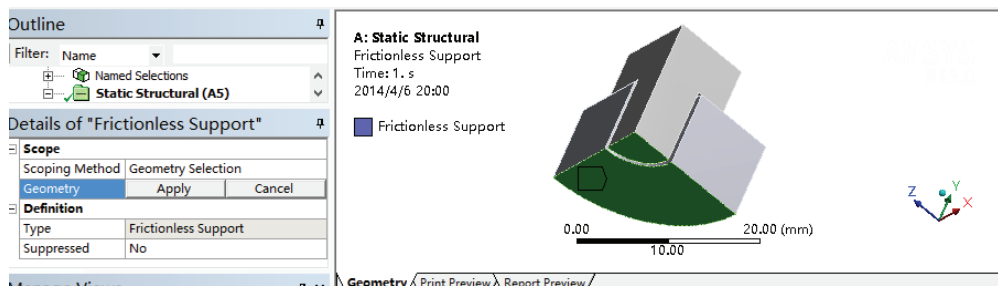

图 8-24 设置 Frictionless Support 对象
5) 单击对象 Frictionless Support，选择 Y 向坐标为 0 的面，在 Geometry 中单击 Apply 按钮，如图 8-24 所示。